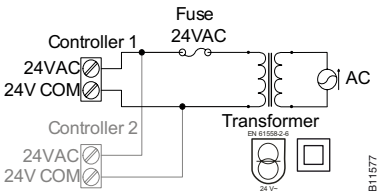

Abb. 6 Leistungsverdrahtung
5. Verwenden Sie für den Anschluss des Drucksensors an den +/- Anschlüssen Kunststoffschläuche (Abb. 6 und Abb. 8) von 6,4 mm Aussen- bzw. 4 mm Innendurchmesser.
Verwenden Sie zum Schutz der Regler vor Spannungsspitzen auf der 24-V-AC-Seite (Sekundärseite) des Transformators eine externe Sicherung wie in Abb. 6 dargestellt.